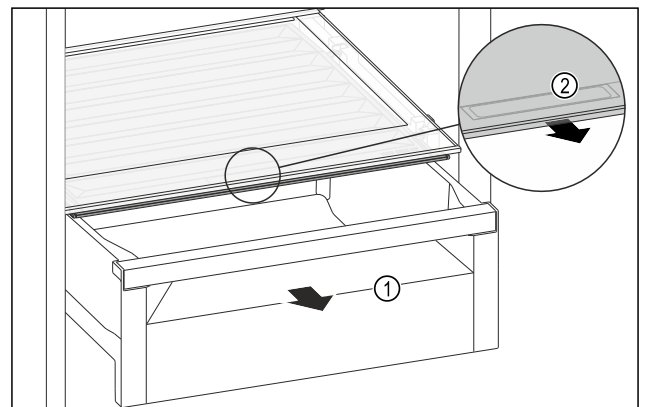

Fig. 155
- ▶ Извлеките выдвижной ящик Fig. 155 (1).
- ▶ Возьмитесь за утопленную ручку Fig. 155 (2) на крышке отделения и одновременно потяните крышку отделения вперед.